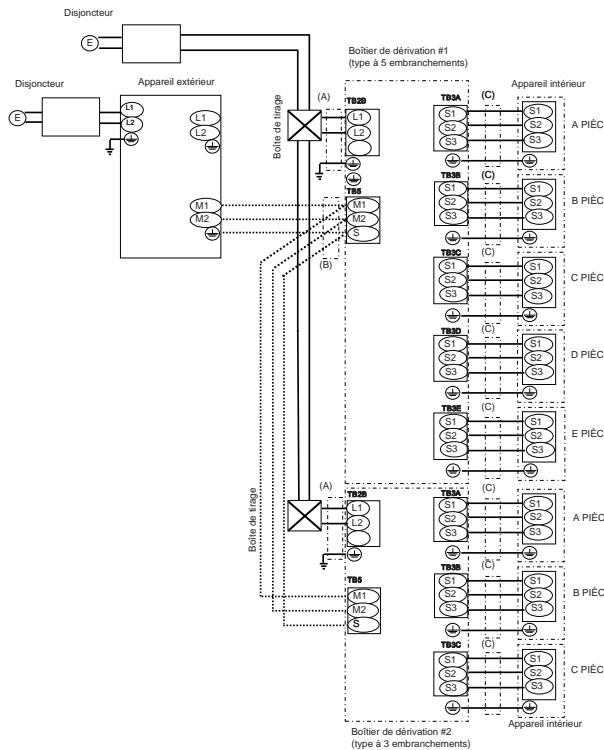

Fig. 8-9
4. Raccordez fermement chaque fil sur le bloc de sortie appropriée. (Fig. 8-9)
### 8.2. Procédure de câblage externe (Fig. 8-9, Fig. 8-10)